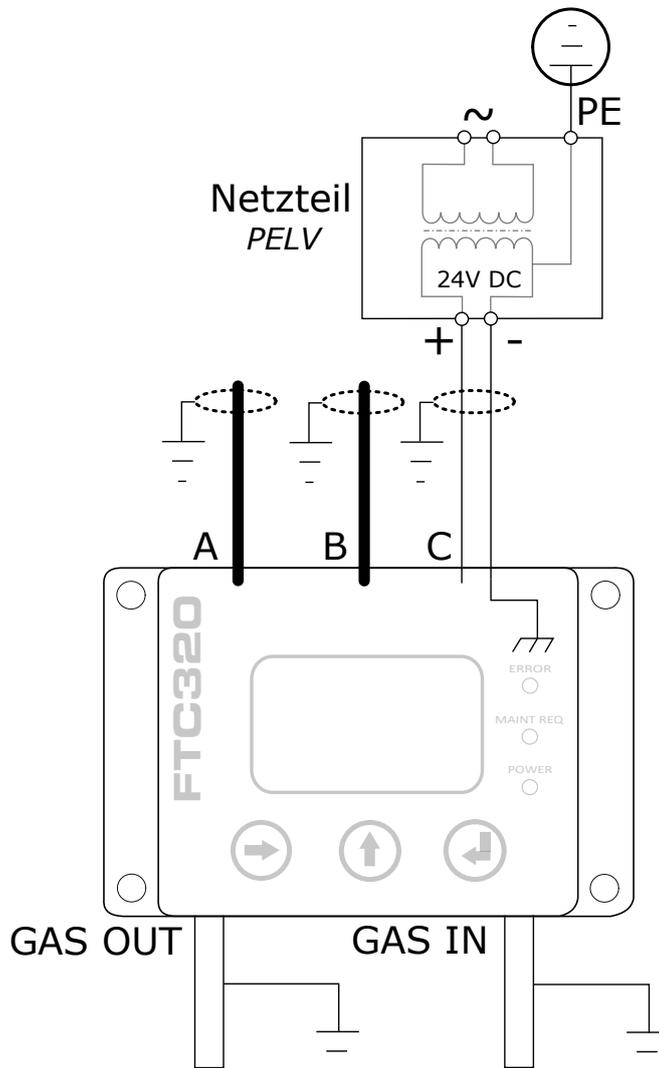

Abbildung 3.3: Erdung des FTC400
Um die EN 60204-1 zu erfüllen und die Funktion Ihres Gerätes zu gewährleisten, muss das Gerät so installiert werden, dass GND auf der Niederspannungsseite Ihres 24-V-Netzteils mit Schutzterde (PE) verbunden ist, siehe Abbildung 3.3. Einige Netzteile sind intern bereits derart verdrahtet.